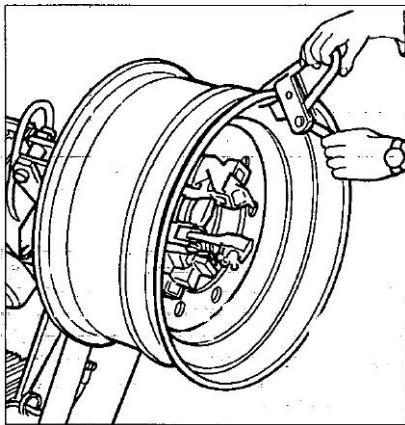

Рис. 23
- 3) Закрепите зажим РС к внешней закраине в верхнем положении (см. рис. 23)
- 3) Закрепите зажим PC на внешней закраине обода в верхней точке (см. рис. 23)